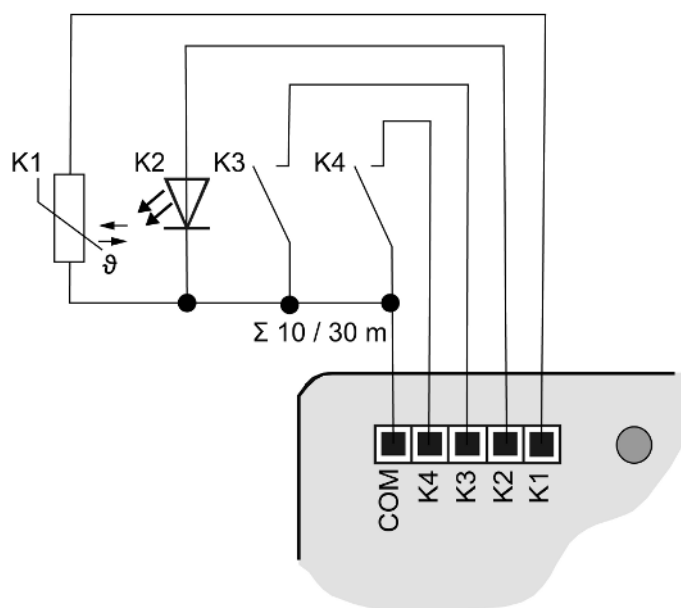
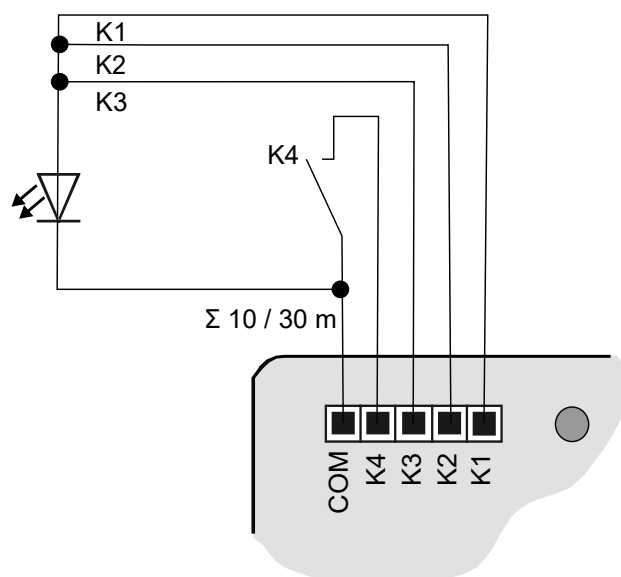

рисунок 7: Пример подключения
рисунок 8: Пример подключения с параллельно включенными выходами
- Дополнительно (только в варианте "Комфорт") (см. главу "Принадлежности" ▶ Страница 27): Подключите нажимные кнопки, механические выключатели, контакты, светодиоды или NTC в соответствии с примерами подключения с помощью прилагаемых соединительных кабелей. В примерах подключения ( и (см. рисунок 8)) показано использование с входами, выходами и датчиками.
- Подключите нажимные кнопки, механический выключатель, контакты, светодиоды или NTC в соответствии с примерами подключения с помощью прилагаемых соединительных кабелей ((см. рисунок 7) и (см. рисунок 8)). В примерах подключения показано использование с входами, выходами и датчиками.
Возможно параллельное включение выходов, для потребителей с более высоким потреблением электроэнергии. Пример (см. рисунок 8) K1-K3 здесь включены параллельно.